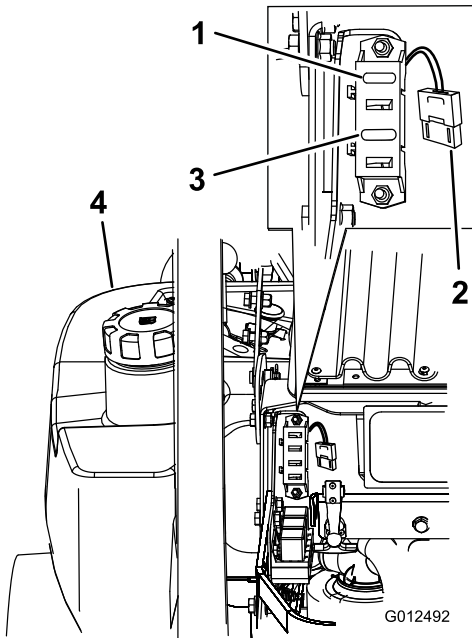

Bild 59
1. Entriegeln Sie die Motorhaube und heben Sie sie an, um die Sicherungsfassung zugänglich zu machen (Bild 59).
3. Setzen Sie eine neue Sicherung ein (Bild 59).